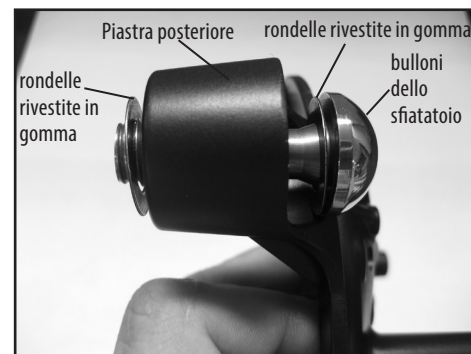

Figura 4
4. Prendere i due bulloni dello sfiatatoio e le otto rondelle rivestite in gomma. Mettere una rondella in ogni bullone e appoggiarle ai buchi della piastra posteriore. Mettere un'altra rondella rivestita in gomma su ogni bullone dello sfiatatoio come mostrato nella **figura 4**.